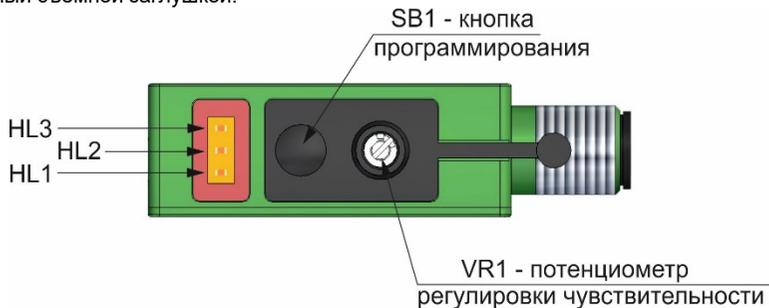
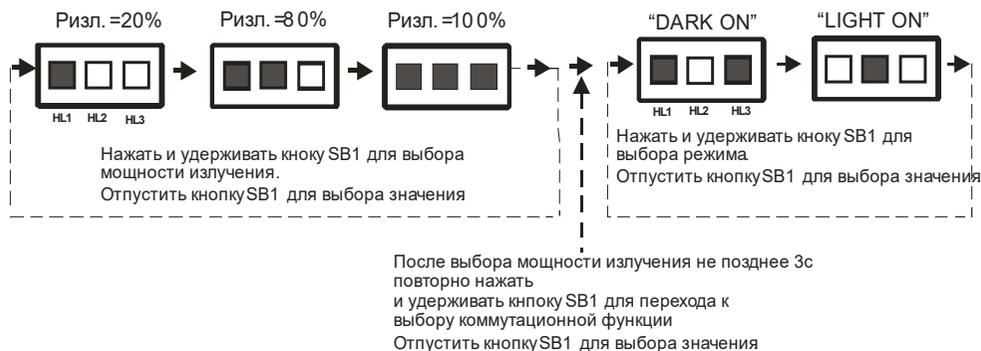

Рисунок 2 – Панель настройки и регулировки
Рисунок 4 - Работа индикаторов при настройке выключателей
3.6 Выключатель имеет панель настройки и регулировки, которая показана на рис. 2. На панели расположены: светодиодные индикаторы режима работы HL1, HL2, HL3; кнопка программирования, закрытая мембраной; потенциометр регулировки чувствительности, защищенный съемной заглушкой.
2) Нажать и удерживать кнопку программирования SB1 в течение 5-7с. Излучатель перейдет в режим программирования. Продолжить удерживать кнопку SB1. В окне индикации режимов (см. рис.2) светодиоды HL1, HL2, HL3 начнут поочередно загораться в соответствии с рис. 4, индицируя режим 20%, 80%, и 100% мощности.
- 6) Продолжить удерживать кнопку SB1. В окне индикации режимов светодиоды HL1, HL2, HL3 начнут поочередно загораться в соответствии с рис. 4, индицируя режим DARK ON или режим LIGHT ON.